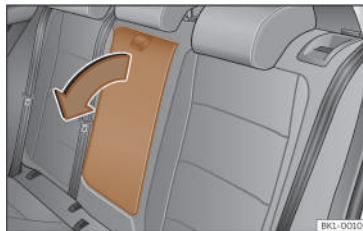

Fig. 91 Bracciolo centrale posteriore ribaltabile (rappresentazione schematica).
- Per *abbassare* il bracciolo, tirare il passante nella direzione della freccia >>> **fig. 91**.